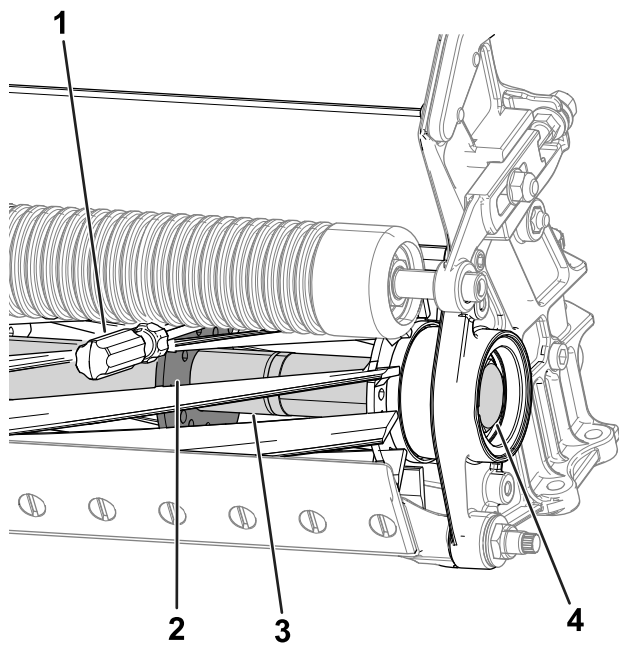

Figure 27
2. Insérez un levier à long manche ( $\frac{3}{8}$ " x 12" avec manche de tournevis recommandé) dans le bas du cylindre de coupe, au plus près du côté de l'unité de coupe que vous allez serrer (Figure 27).
3. Placez le levier contre le côté soudé de la plaque de support du cylindre (Figure 27).